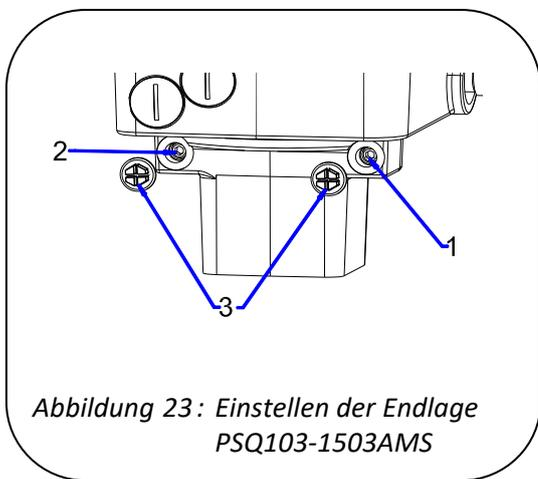

Abbildung 23: Einstellen der Endlage
- Schutzkappen (Abb. 23; Pos. 3) der beiden Einstellschrauben entfernen.
- Einstellschraube für ZU-Stellung (Abb. 23; Pos. 1) bis zum Anschlag eindrehen.
- Einstellschraube für AUF-Stellung (Abb. 23; Pos. 2) bis zum Anschlag eindrehen.